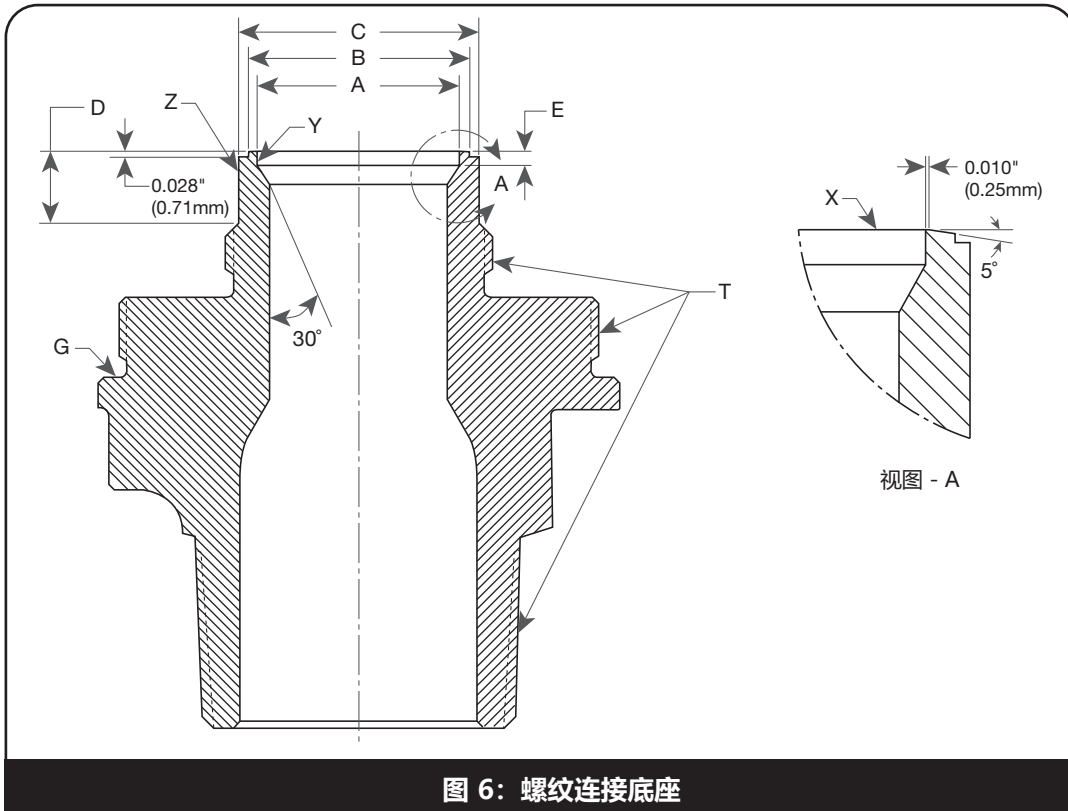

图 6: 螺纹连接底座
- b. 在阀座表面上进行轻切削, 直到消除所有损害。根据图 6 和表 2 重新建立 0.028" (0.71 mm) 和 B 尺寸。
- 螺纹 (T) 破损、磨损或剥离。
- 垫片表面 (G) 有划痕或出现泄漏。
- 超过表 2 和图 6 中的其他尺寸。